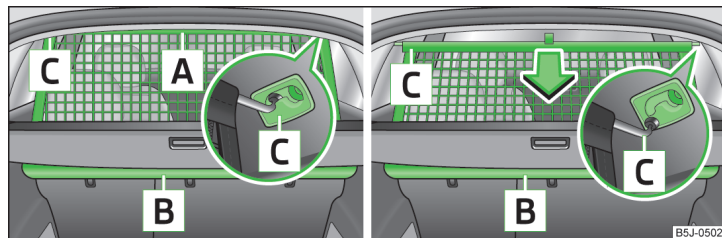
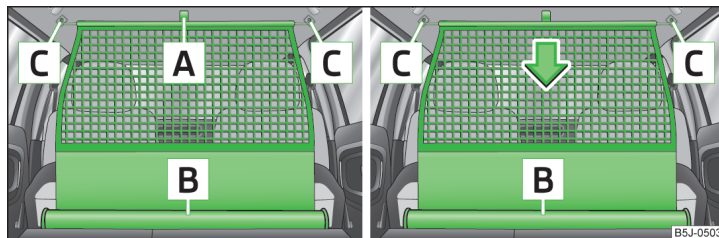

Fig. 70 Extraer/enrollar la red de separación
Fig. 71 Extraer/enrollar la red de separación
- ¡Cerciórese de que la barra transversal esté insertada en los alojamientos **C** » fig. 70 de la página 78 y » fig. 71 de la página 78, respectivamente, en la posición delantera!
- Tire de la red de separación por la lengüeta **A** » fig. 70 y sáquela de la caja **B** en la dirección de los alojamientos **C**.
- Tire de la barra transversal un poco hacia atrás, primero en un lado y seguidamente en el otro lado, y sáquela de los alojamientos **C** » fig. 70.
- Tire de la red de separación por la lengüeta **A** » fig. 71 y sáquela de la caja **B** en la dirección de los alojamientos **C**.
- Tire de la barra transversal un poco hacia atrás, primero por un lado y seguidamente por el otro lado, y sáquela de los alojamientos **C** » fig. 71.